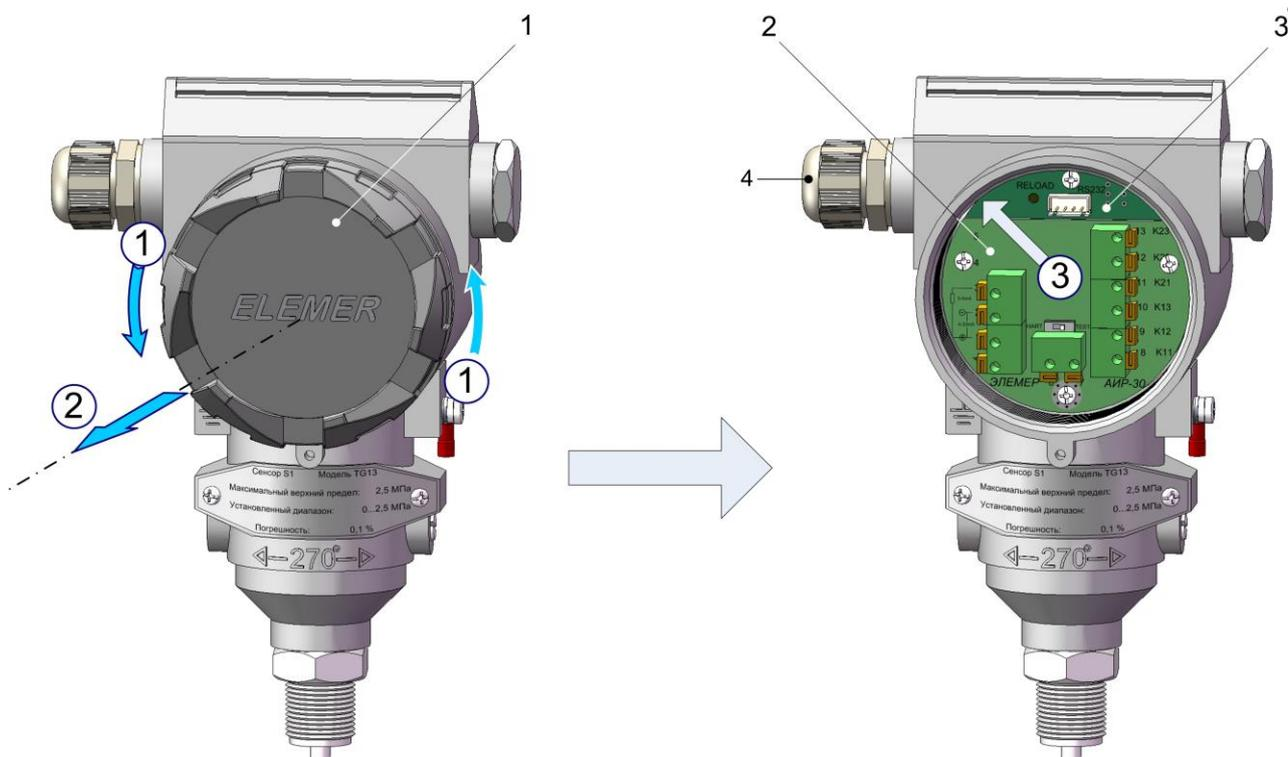

Рисунок 2.11
- отвинтить (в направлении стрелок 1) и убрать (стрелка 2) заднюю крышку 1 (см. рисунок 2.11);
Для доступа к элементам коммутации и контроля АИР-30 необходимо отвинтить (в направлении стрелок **1**) и убрать (стрелка **2**) заднюю крышку **1** (см. рисунок 2.11).